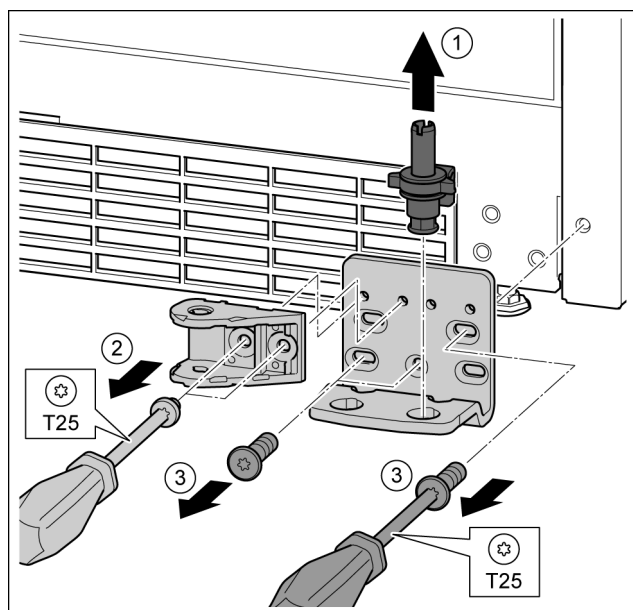

Fig. 35
- ▶ Опорний гвинт цілком витягніть рухом вгору. Fig. 35 (1)
- ▶ Викрутіть гвинти за допомогою викрутки T25 та зніміть з'єднувальний елемент демфера. Fig. 35 (2)
- ▶ Викрутіть гвинти за допомогою викрутки T25 та зніміть опорний кронштейн. Fig. 35 (3)